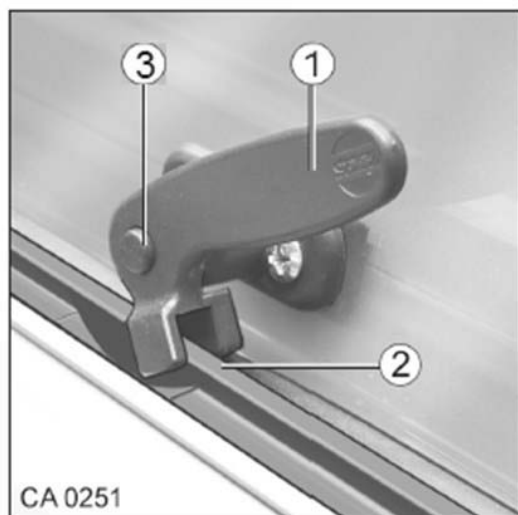

Fig. 70 Verrouillage des vitres orientables
1. Appuyer sur le bouton de blocage (Fig. 70/3) et le maintenir appuyé.
2. Placer le levier de verrouillage (Fig. 70/1) verticalement.
4. Tourner de nouveau la clé du levier de verrouillage (Fig. 70/1) en position initiale. Fermer le levier de verrouillage de manière à ce que celui-ci s'engage autour de l'entretoise de la vitre (Fig. 70/2).
5. Vérifier si le bouton de blocage n'est pas enfoncé, mais sécurise le levier de verrouillage (Fig. 70/1).